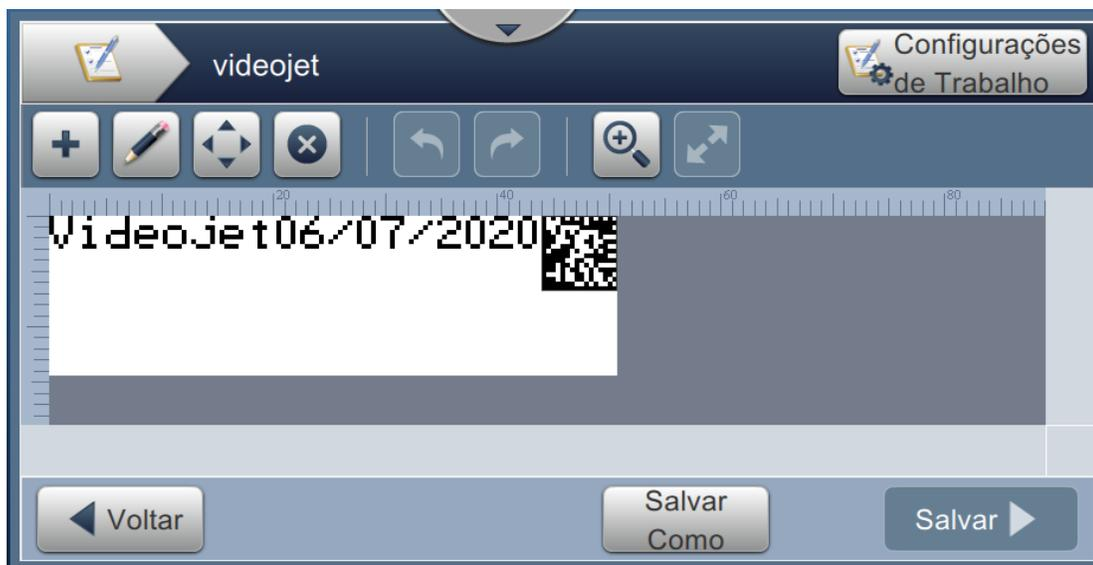

Figura 6-9: Trabalho de amostra
11. Selecione o campo e arraste ou use o botão  para mover o campo até o local, como mostra a Figura 6-9 na página 6-15.
17. Selecione o campo e arraste ou use o botão  para mover o campo até o local, como mostra a Figura 6-9 na página 6-15.